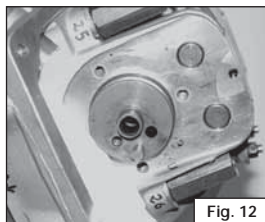

Fig. 12
- Rimuovere l'albero a camme (Fig. 12).
- Remove the camshaft (Fig. 12).
- Enlevez l'arbre à cames (Fig. 12).